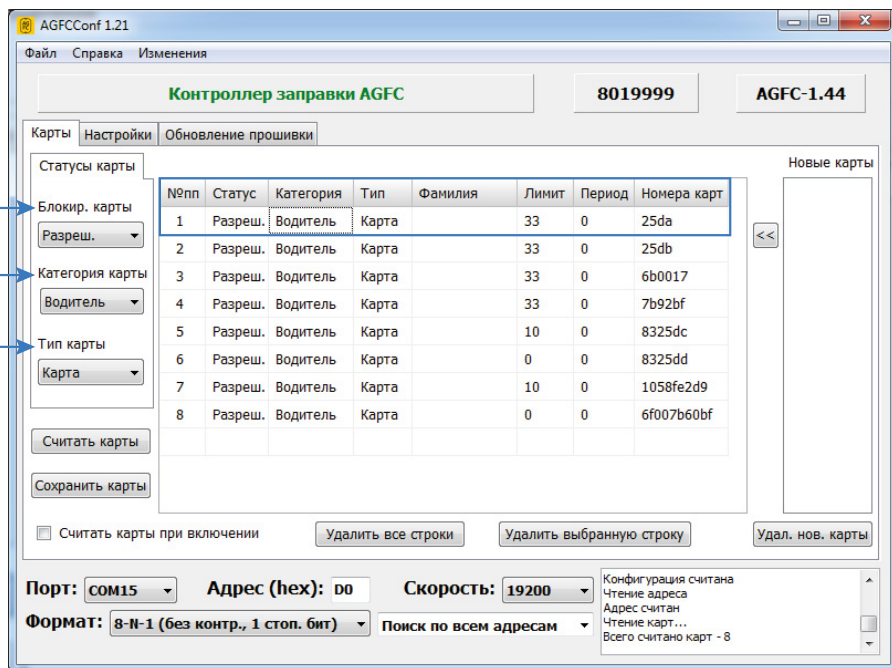

Рис.12. Настройка карты.
- **Статус** – статус карты: разрешена или заблокирована. Статус «Разрешена» разрешает использование карты для заправки. Статус «Запрещена» блокирует использование карты. При подключении карты со статусом «Запрещена» светодиод ТРК гаснет. Статус карты нужно выбрать в списке «Блокировка карты» (Рис.12, п.1).
- **Категория** – категория карты: Водитель или Заправщик. Карта водителя предназначена для включения и выключения топливного насоса. Карта заправщика предназначена для разрешения последующего подключения карты водителя для начала заправки в режиме выдачи топлива «Заправщик + водитель из списка», а также включения и выключения насоса в режиме «Заправщик». В режиме «Заправщик + водитель из списка» карта заправщика также может завершить текущую заправку. Категорию карты нужно выбрать в списке «Категория карты» (Рис.12, п.2).
- **Тип** – тип карты: Брелок или Карта. Карта с типом «Брелок» предназначена для кратковременного поднесения карты к передней панели ТРК «AGFC». Заправка начинается при первом прикладывании брелка к ТРК «AGFC» и завершается при повторном прикладывании. «Карта» предназначена для установки в картоприемник ТРК «AGFC». В этом случае заправка будет начинаться при установки карты в картоприемник и длиться, пока карта находится в картоприемнике. Карта заправщика всегда работает как Брелок, даже если в настройках ТРК для этой карты задан тип «Карта». Тип карты нужно выбрать в выпадающем списке «Тип карты» (Рис.12, п.3).